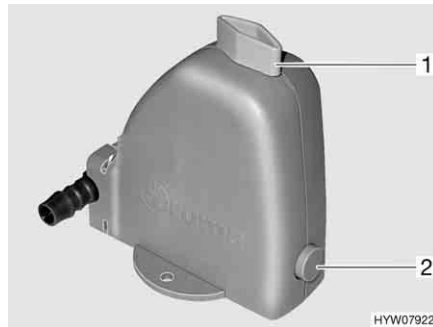

Bild 203 Varmvattenberedarens säkerhets-/avtappningsventil
Varmvattenberedaren är utrustad med en säkerhets-/avtappningsventil (Bild 203). Säkerhets-/avtappningsventilen gör så att vattnet i varmvattenberedaren inte kallnar när det är frost och värmen inte är påslagen.
- Säkerhets-/avtappningsventilen stängs. Ställ vredet (Bild 203,1) diagonalt mot säkerhets-/avtappningsventilen och tryck in tryckknappen (Bild 203,2).
- Öppna säkerhets-/avtappningsventil. Vrid då vredet (Bild 203,1) mot säkerhets-/avtappningsventilen. Tryckknappen (Bild 203,2) skjuts ut. Nu töms varmvattenberedaren via säkerhets-/avtappningsventilen utomhus.